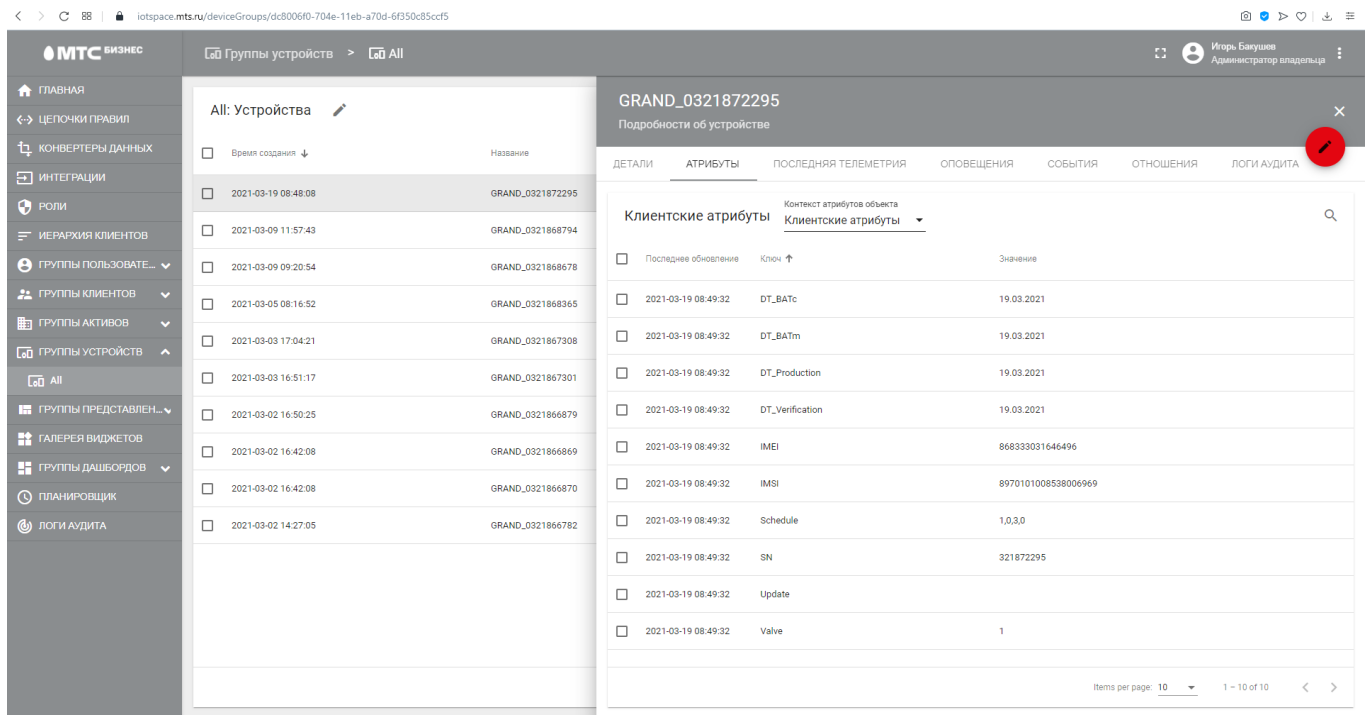

Рисунок 10 – Вкладка «Платформа МТС»
2.3.3.2 Выход на платформу МТС (рис.10)